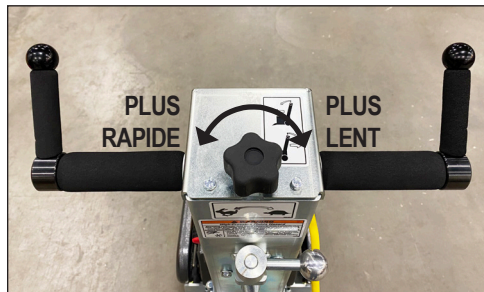

FIG. 4
Contrôle de vitesse (Figure 4)
3. Tourner le bouton de la commande de vitesse sur la position la plus lente (Figure 4).